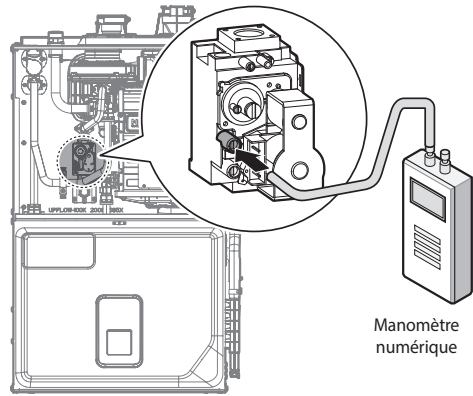

Figure 9. Connexion d'un manomètre numérique
- a. Ouvrez la lumière de refoulement de correction en desserrant la vis de deux tours comme illustré à la Figure 9.